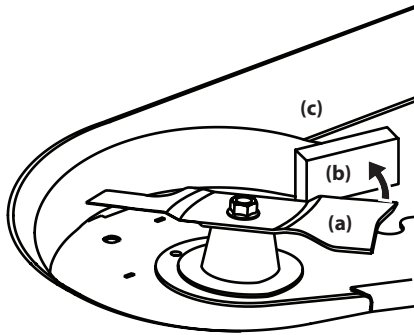

Figure 4-23
3. Enveloppez un chiffon autour de la lame (a) et retirez-la (a) pour l'empêcher de tourner, ou immobilisez-la (a) en plaçant un morceau de bois (b) entre la lame (a) et le boîtier du plateau de coupe (c). Voir Figure 4-23.